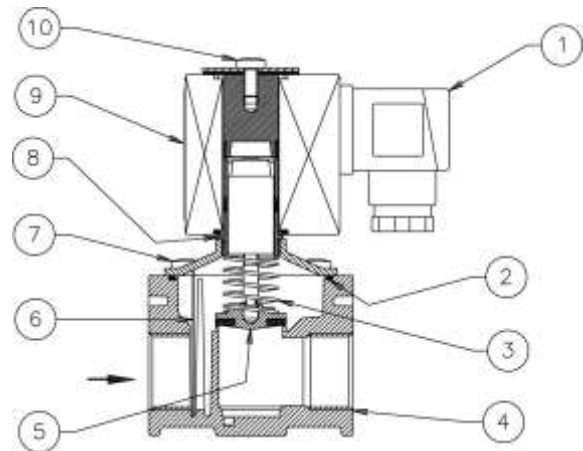

Рис. 1
Клапан (рис. 1) состоит из: электрический коннектор (1); уплотнительное кольцо (2); пружина запирающего механизма (3); корпус (4); затвор (5); фильтрующая сетка* (6); крышка (7); муфта электромагнитной катушки (8); электромагнитная катушка (9); винт крепления электромагнитной катушки (10).